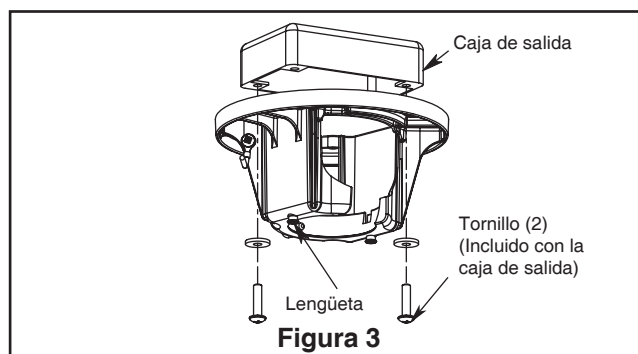

Figura 3
Profunda caja con aparato ortopédico (Figura 3)
1. Fije bien la abrazadera para colgar a la caja de salida con los tornillos y las arandelas provistas con la caja de salida. (Figura 3)